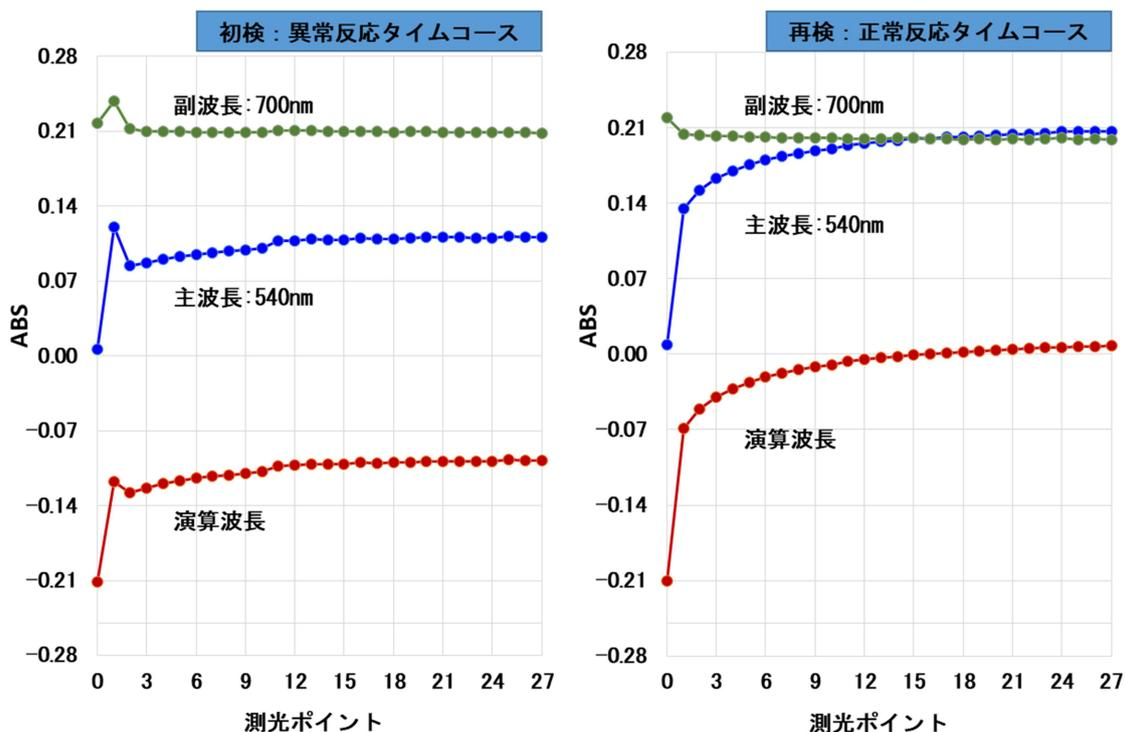

図2 総タンパク質の反応タイムコース(左:初検時、右:再検時)
ビウレット試薬を用いた1試薬系の総タンパク質 (TP) 測定において、3.9g/dL と低い方のパニック値に遭遇した。2 日前の前回値 7.5g/dL に比べ TP は大幅な低値を示したが、アルブミン値 4.6g/dL は変動なかった。本事例の再検値は 7.4g/dL となり、前回値に近い結果となった。初検時と再検時のタイムコースを図 2 に示した。
再検時タイムコース (図 2、右) では、試薬に検体が添加された直後 (P1) から吸光度が上昇し、P27 付近ではほぼフラットであった。初検時タイムコース (図 2、左) では、主波長において検体が添加された直後 (P2) に吸光度が減少し、その後も反応が抑制され、吸光度は正常検体の半分程度であった。また、副波長は、検体添加時に吸光度が上昇していたことから、反応セル中の検液が通常とは違う色 (700nm で吸収があるので青緑色?) であったことが推測された。